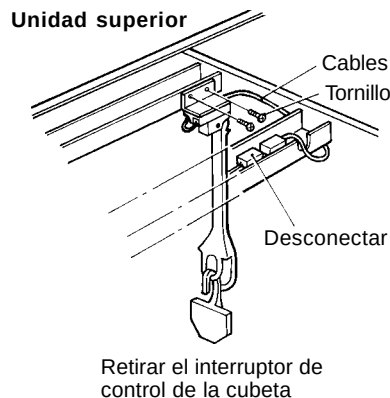

Fig. 8
- 10) Antes de apilar las unidades, retirar la lámina de plástico transparente del conducto de cables de la unidad superior o intermedia. Desconectar los cables del interruptor de control de la cubeta (con un enchufe de tres vías). Retirar los tornillos y el interruptor de control de la cubeta. Cuando se apilen dos o tres productores, este interruptor no será necesario. Guardarlo después de retirarlo. Véase fig. 8.